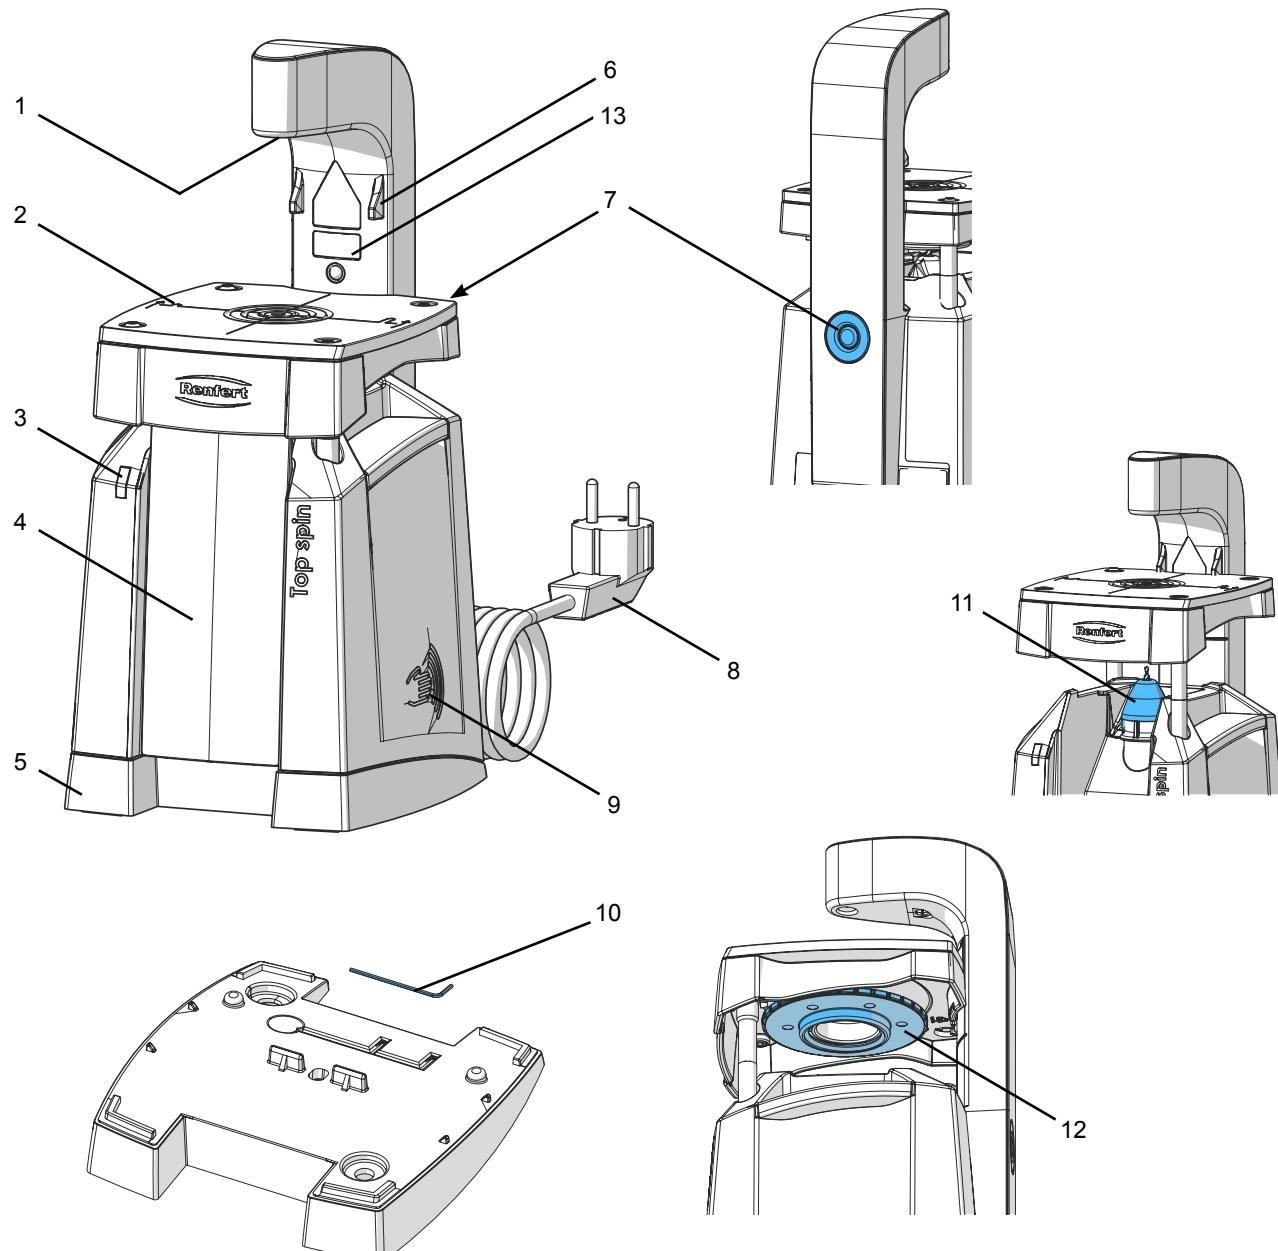

Bild 1
- ⇒ Ta bort laservarningen på ditt nationella språk från klistermärkesatsen och klistra över den befintliga varningen (13, bild 1).
- ⇒ Placera kronan på borrbordet (2, bild 1) och rikta in det under riktlasern (1, bild 1).
- ⇒ Skjut borrbordet (2) upp till anslaget (6).
- ⇒ Ta bort det samlade dammet med en borste eller knacka försiktigt i dammbehållaren (4, bild 1) och dra ut dammbehållaren mot framsidan i nedre kanten.
- ⇒ Dra av dammskyddet (11, bild 1).
- ⇒ Tryck på spindellåset (7, bild 1) och vrid spännskruven (22) tills spindellåset går i ingrepp.